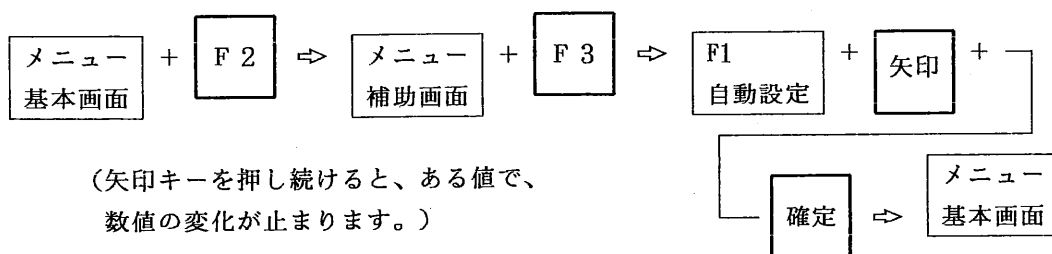

図 6.2.6 手動でパルス繰返周波数を設定する方法
〔パルス繰返周波数の設定手順〕（図 6.2.6参照）
- ① 選択キー〔F 2〕を一回押すとメニュー補助画面がメニューエリアに表示されます。
- ② 選択キー〔F 3〕を一回押すとメニュー補助画面に図 6.2.6に示すパルス繰返周波数自動設定が表示されますから、選択キー〔F 1〕を1回押すと、探傷条件表示エリアのパルス繰返周波数の項のバックが黄色となり、矢印キーで測定範囲に応じて入力された数値を変更できます。変更した数値は、探傷条件表示エリアのパルス繰返周波数の項に表示されます。この場合でも、表 6.2.1に示したように測定範囲ごとに上限のパルス繰返周波数が設定されており、その上限値以上のパルス繰返周波数を入力することはできません。